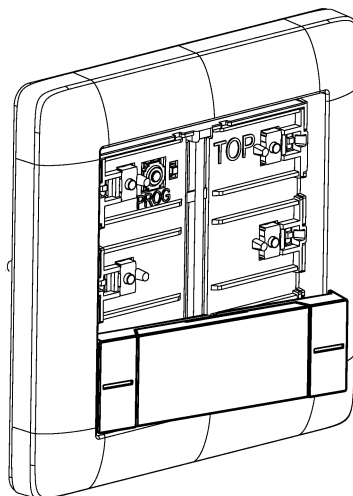

рисунок 6: Установка клавиши управления сбоку
- Установите клавишу управления сбоку (см. рисунок 6).